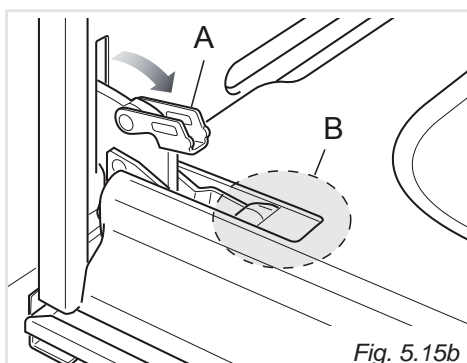
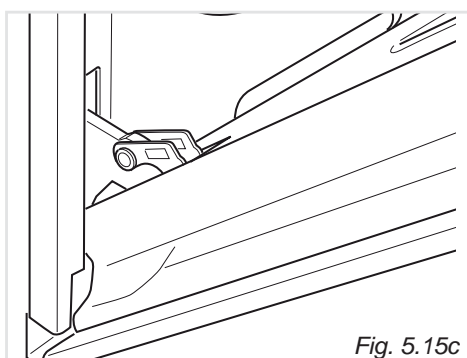

Fig. 5.15b
Fig. 5.15c
- Ouvrez complètement le levier "A" sur les charnières gauche et droite (fig. 5.15b).
- Refermez doucement la porte (fig. 5.15c) jusqu'à ce que le levier "A" des charnières soit accroché à la partie "B" de la porte (fig. 5.15b).